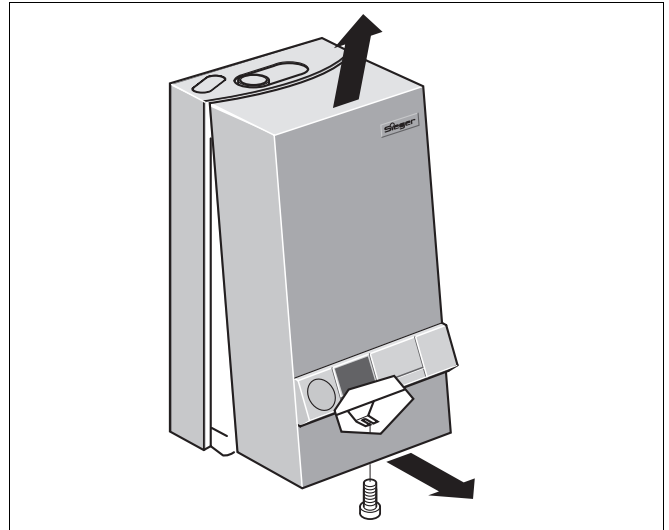

Fig. 6 Rimozione del rivestimento
- Svitare la vite di tenuta e il rivestimento (fig. 6).